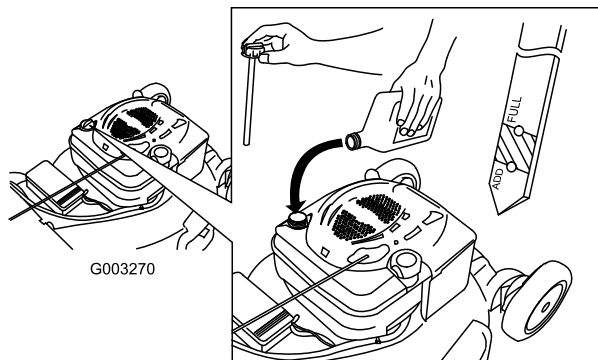

Figura 12
1. Retire la varilla, límpiela, y vuelva a colocarla (Figura 12).
2. Retire la varilla y compruebe el nivel de aceite (Figura 12). Si el nivel de aceite está por debajo de la marca Add de la varilla, vierta **lentamente** aceite en el tubo de llenado hasta que el nivel llegue a la marca Full de la varilla. **No llene demasiado.** (Capacidad máxima: 0,59 l, tipo: SAE 30, aceite detergente con clasificación de servicio API SF, SG, SH, SJ, SL o superior.)